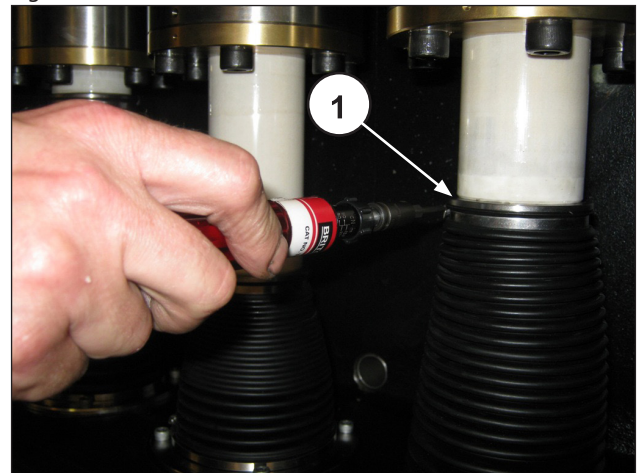

Fig. 163
O reposicionamento do fole na proteção contra respingos na braçadeira que fixa o fole neste último, que será executado depois de ter montado o cabeçote e **fixado o pistão** (pos. ①, Fig. 163).